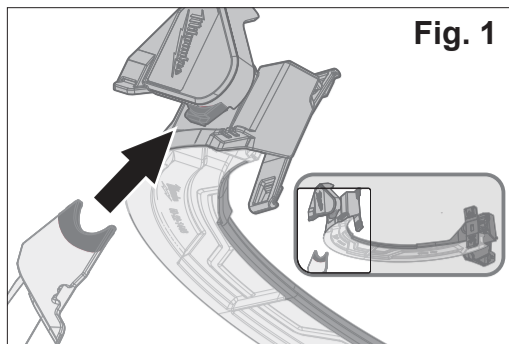

Fig. 1
- To reinstall a shield to the brim, reverse the procedure. The curved leading edge of the shield as it is inserted in the pivot of the brim ensure the leading edge is slid beneath the lip on the mating surface of the pivot (Fig. 1 and 2).
- Pour réinstaller un écran sur la visière, répéter les étapes à l'inverse. Lorsque le bord guide courbé de l'écran est inséré dans le pivot de la visière, il servira pour constater que le bord guide glisse par dessous la lèvre de la surface d'accouplement du pivot (Fig. 1 et 2).